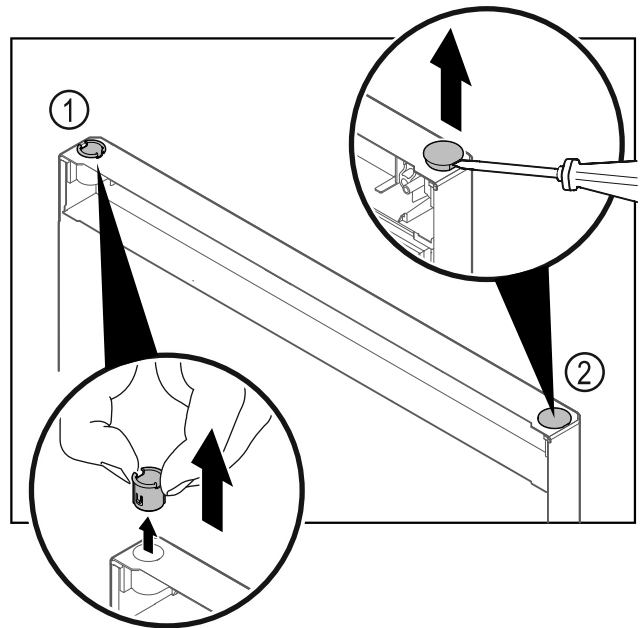

Fig. 35 Дверцята морозильної шафи
- Витягніть шарнірну втулку Fig. 35 (1) пальцями.
- За допомогою шліцевої викрутки обережно підніміть заглушку Fig. 35 (2) та витягніть її.